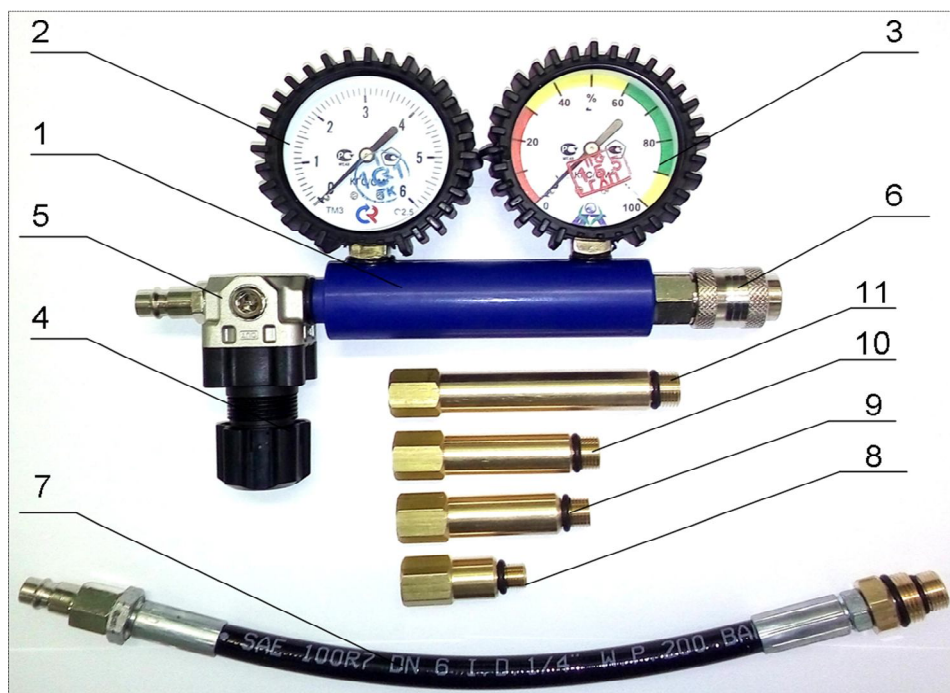

Рис. 1. Пневмотестер «Ait-Test»
- 6) Подключить шланг (рис.1, поз.7) пневмотестера к свечному отверстию проверяемого цилиндра, при необходимости используя адаптеры (поз. 8,9,10,11 пункт 3) из комплекта поставки.
ВНИМАНИЕ: Во избежание повреждения прибора, перед присоединением к источнику сжатого воздуха убедитесь, что ручка регулятора давления (рис.1, поз.4) повернута в направлении против часовой стрелки до упора (к символу «←» на регуляторе).
- 7) Подключить прибор к источнику сжатого воздуха с давлением 7,0 - 10 кгс/см² (bar) через штуцер (рис.1, поз.5).
- 8) Поворотом ручки регулятора давления (рис.1, поз.4) в направлении по часовой стрелке установить на манометре контроля выходного давления регулятора (рис.1, поз.2) значение **давления равное 4 кгс/см² (bar)**.
- 9) Подсоединить шланг измерительный (рис.1, поз.7) штуцером к быстросъемной муфте пневмотестера.
- 10) Выставить, если это необходимо, с помощью регулятора, **давление равное 4 кгс/см² (bar)** по манометру выходного давления (рис.1, поз.2).
- 11) По цветной шкале манометра контроля утечек (рис.1, поз.3) считать показания пневмотестера.
ВНИМАНИЕ: Перед отсоединением шланга измерительного, во избежание поломки прибора, необходимо уменьшить давление сжатого воздуха поворотом ручки регулятора давления (рис.1, поз.4) в направлении против часовой стрелки до упора (к символу «←» на регуляторе).
12). Отключить шланг (рис.1, поз.7) пневмотестера от свечного отверстия проверяемого цилиндра.
Даже при минимальном износе цилиндров, в силу наличия конструктивных зазоров, всегда имеется определенная утечка воздуха. Тем не менее на исправном двигателе, стрелка на манометре контроля утечек (рис.1, поз.3) должна находиться в зеленой зоне шкалы. Разница показаний по всем цилиндрам допустима в пределах 10-15%.
2. Установить с помощью регулятора давления (рис.1, поз.4) значение выходящего давления по манометру (рис.1, поз.2) равное 6 кгс/см² (bar). Показания манометра утечки (рис.1, поз.3) в этом случае не имеют значения.